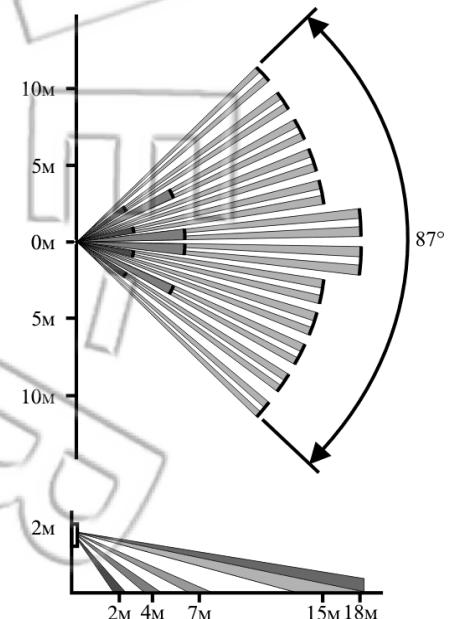

Рис.4 Диаграмма зоны обнаружения при наклоне
- Широкоугольная линза, позволяющая создать зону обнаружения максимальной площади (см. рис.4).